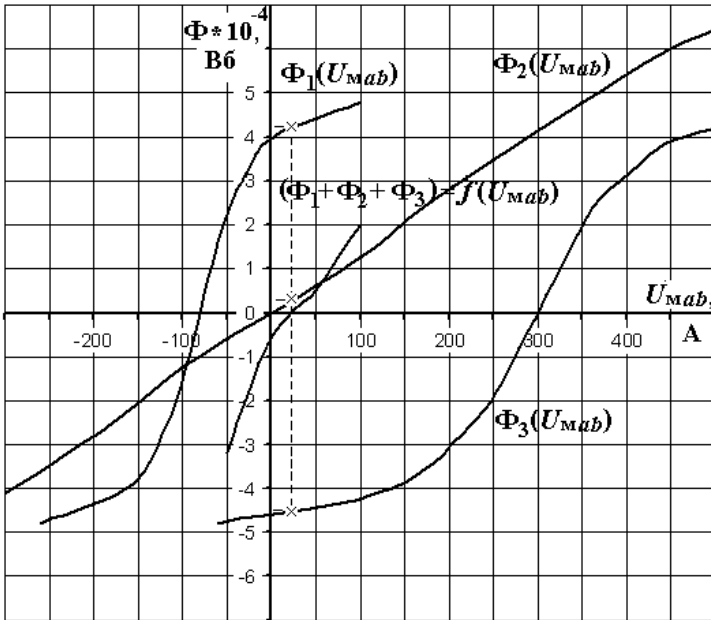

Рис. 1.13
Согласно выражениям (1.4)–(1.6) определить значения U_{mab} для принятых значений магнитной индукции. Расчеты выполнить как для положительных, так и для отрицательных значений магнитной индукции B . Результаты расчетов свести в табл. 1.3 и построить в одной системе координат характеристики $\Phi_1(U_{\text{mab}})$, $\Phi_2(U_{\text{mab}})$, $\Phi_3(U_{\text{mab}})$ (рис. 1.13).
5. По первому закону Кирхгофа для цепи $\Phi_1 + \Phi_2 + \Phi_3 = 0$ построить кривую $(\Phi_1 + \Phi_2 + \Phi_3) = f(U_{\text{mab}})$, для чего найти сумму ординат характеристик $\Phi_1(U_{\text{mab}})$, $\Phi_2(U_{\text{mab}})$, $\Phi_3(U_{\text{mab}})$. Для более точного построения составить табл. 1.4. Суммарная характеристика приведена на рис. 1.13.